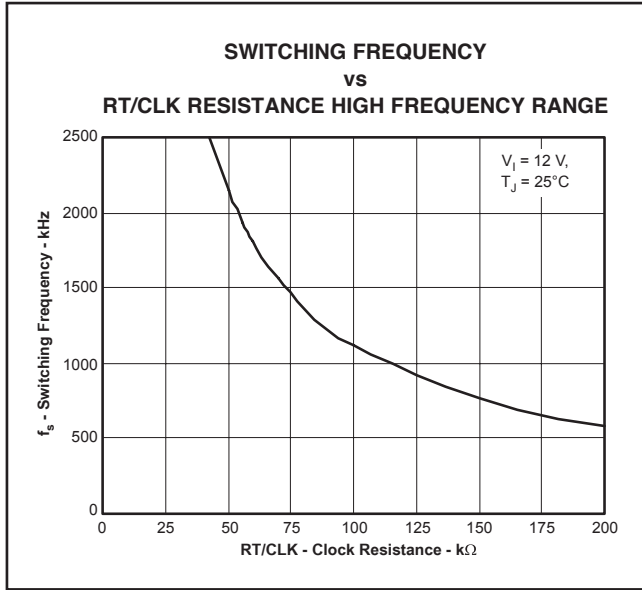
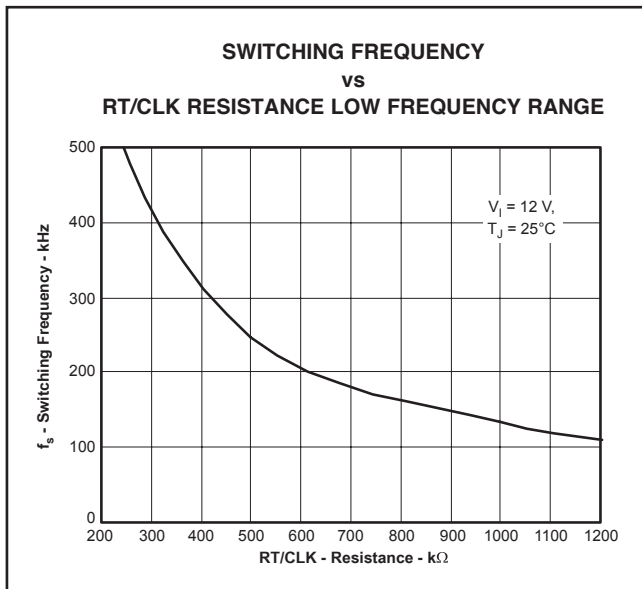

図 39. 高周波数レンジRT
図 40. 低周波数レンジRT
TPS54040Aのスイッチング周波数は、RT/CLKピンに抵抗を接続することで、約100kHz~2500kHzという広い範囲にわたって調整可能です。RT/CLKピンの電圧は標準で0.5Vであり、スイッチング周波数を設定するにはグラウンドとの間に抵抗を接続する必要があります。特定のスイッチング周波数に対するタイミング抵抗を決定するには、式 (11) を用いるか、図39または図40の曲線を使用します。ソリューション・サイズを小さくするには、一般にスイ
2つの値のうち小さい方を選択し、多少の余裕を取って、700kHzのスイッチング周波数を使用します。特定のスイッチング周波数に対するタイミング抵抗を決定するには、式 (11) を用いるか、図39の曲線を使用します。